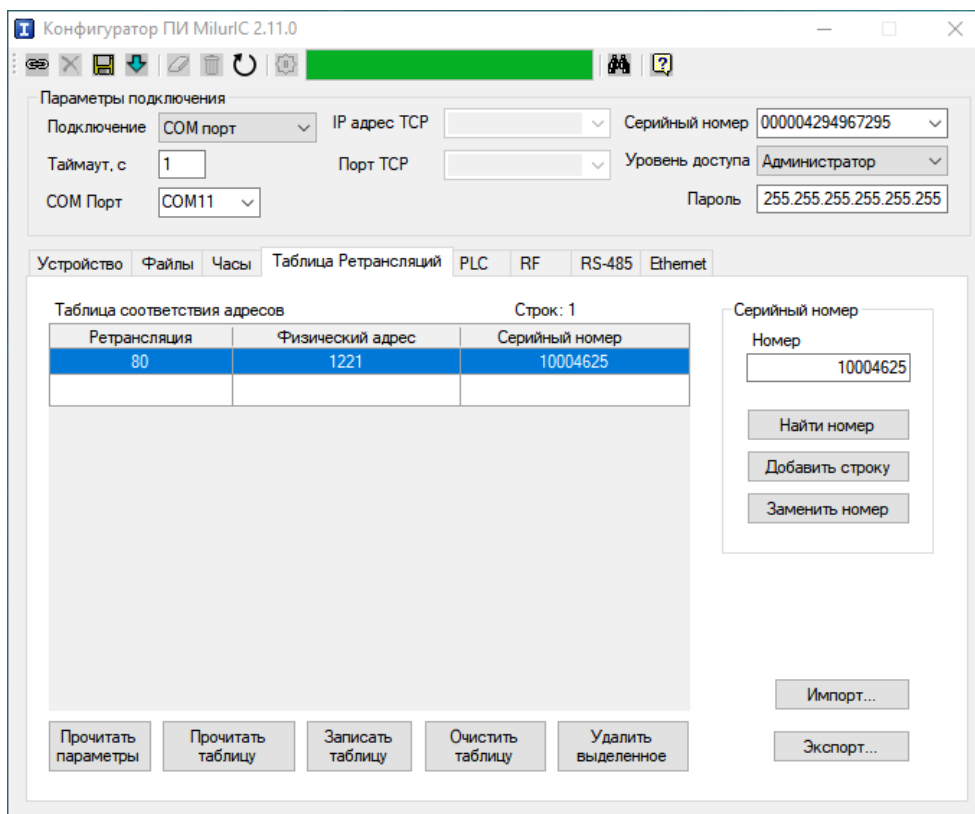

Рисунок 25
- перейти на вкладку «Таблица Ретрансляций» (рисунок 25);